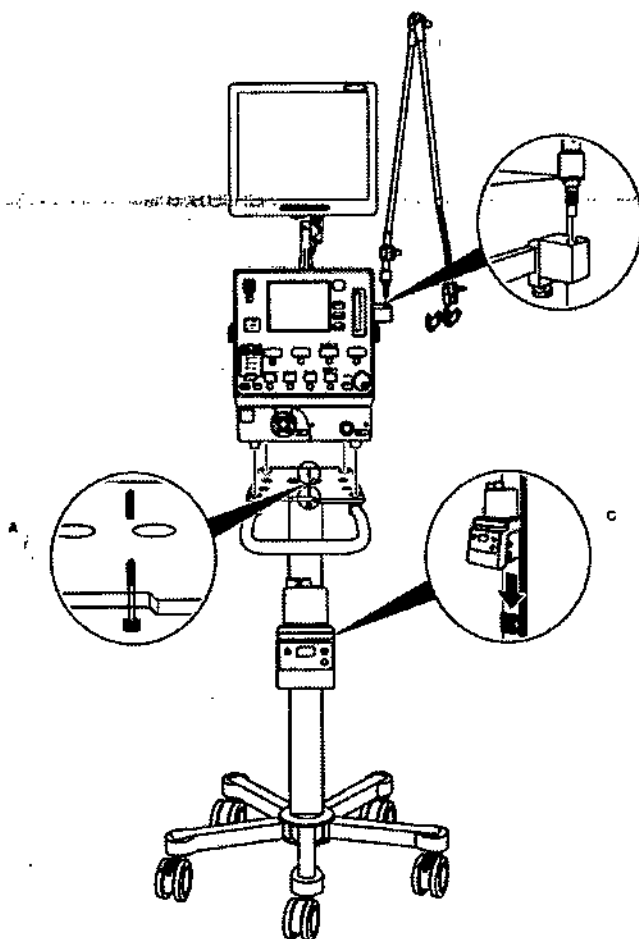

Figura 3-1 Montaje de accesorios en el carro
2. Opcional: Monte el e360 en el carro CRT360A (las instrucciones de montaje se incluyen con el carro). Consulte la Figura 3-1, A.
3. Instale el soporte del brazo de extensión y el brazo de extensión en uno de los rieles laterales. Consulte la Figura 3-1, B.
4. Opcional: Instale un humidificador. Consulte la Figura 3-1, C.